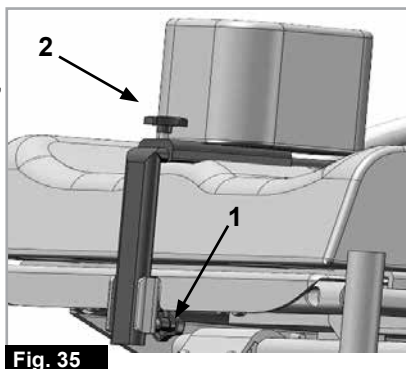

Fig. 35
Allentando la vite (1) il cuneo per abduzione può essere regolato in altezza, e allentando le viti (2) può essere regolato in profondità o rimosso, (Fig. 35).